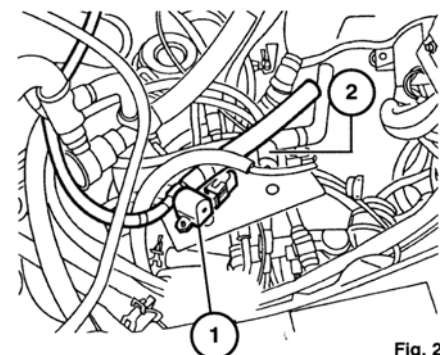
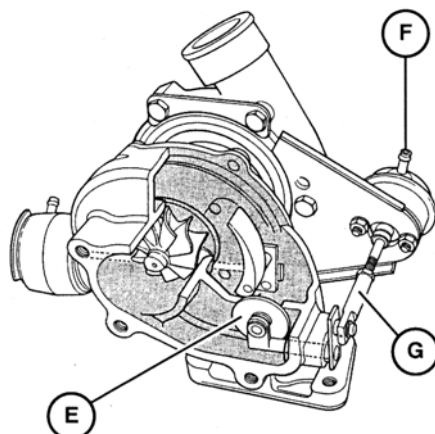

Fig. 2
Fig. 3
• La clavette (A) est fixée en amont de la turbine (B). La palette pivote sur un axe (C) relié à un piston (D).
• Une électrovanne de régulation (1) (Fig. 2) pilotée par le régulateur, contrôle la pression d'admission agissant sur le piston.
#### REGULATION DE LA PRESSION DE SURALIMENTATION (Fig. 2 et 3)
• La régulation de la pression est assurée par une soupape de décharge (E) (Fig. 3).
• Cette soupape est commandée par un piston de régulation (F).
• Une électrovanne de régulation de pression (2) (Fig. 2) permet l'ouverture de la soupape de décharge en agissant sur la pression appliquée au piston de régulation de pression (E) (Fig. 3).
**Nota :** il est possible de modifier légèrement la pression de suralimentation en agissant sur le réglage de la soupape de décharge (G) (Fig. 3).
• L'ouverture de la soupape de décharge (E) (Fig. 3) est retardée par les régimes moteur supérieurs à 3500 tr/min.